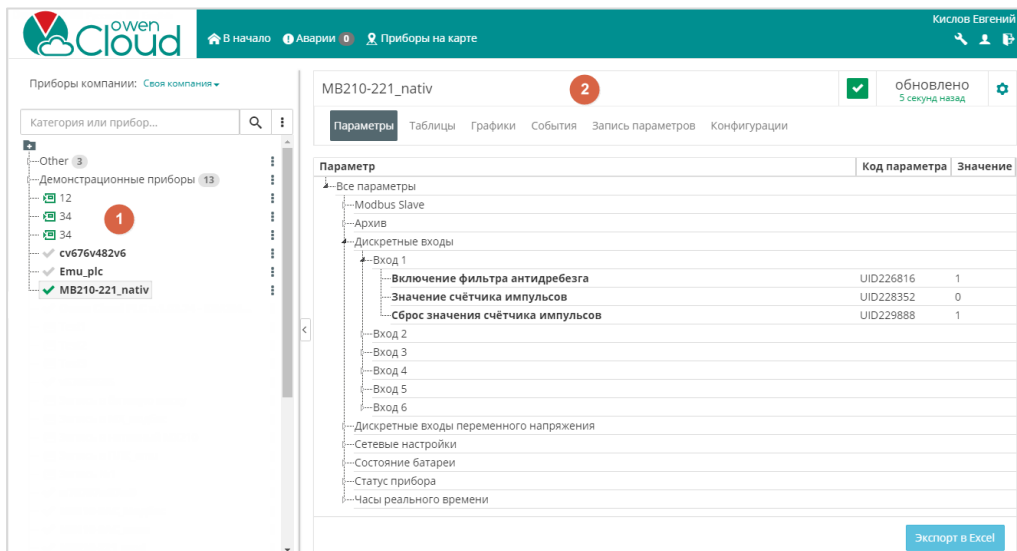

Рисунок 3.3.1 – Внешний вид главной страницы сервиса
Главная страница содержит следующую информацию (см. рисунок 3.3.1):
2. Информация о выбранном устройстве (см. рисунок 3.3.1):